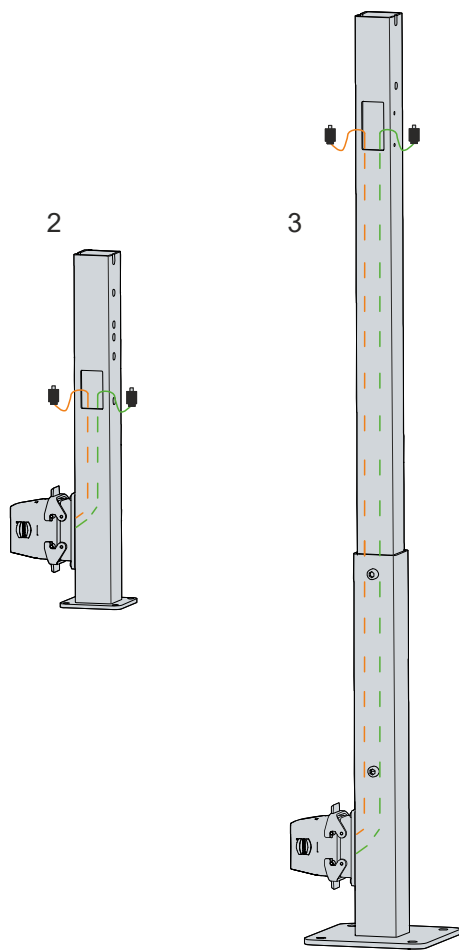

Abb. 21: Verdrahtung
Wenn Sie den Panel-PC an den Tragarm C9900-M803 (2) oder C9900-M804 (3) montieren, läuft die Verdrahtung der Spannungsversorgung und Ethernet durch die Tragarme hindurch. Am Fuß der Tragarme befindet sich die HAN-Anschlussbuchse mit dem HAN-Stecker. Von dort laufen Spannungskabel und Ethernet-Kabel durch die Tragarme nach oben zur Öffnung (siehe Abbildung 21). Stecken Sie die aus dem Tragarm herausragenden Stecker in den PC.